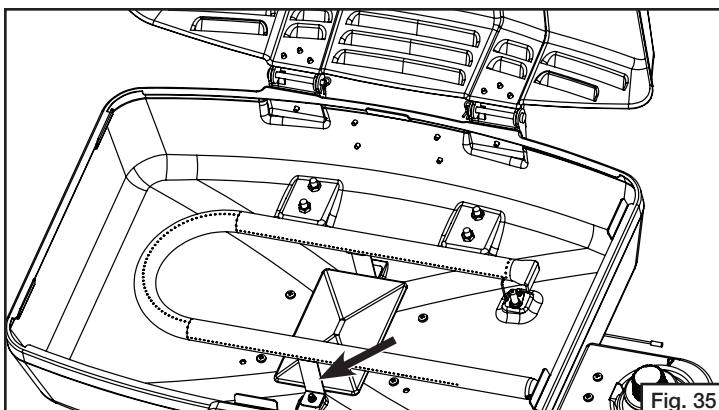

Fig. 35
- À l'aide d'un tournevis, enlevez les vis autofiletées retenant les clames du brûleur sous le boîtier et enlevez le brûleur. (Fig. 35)